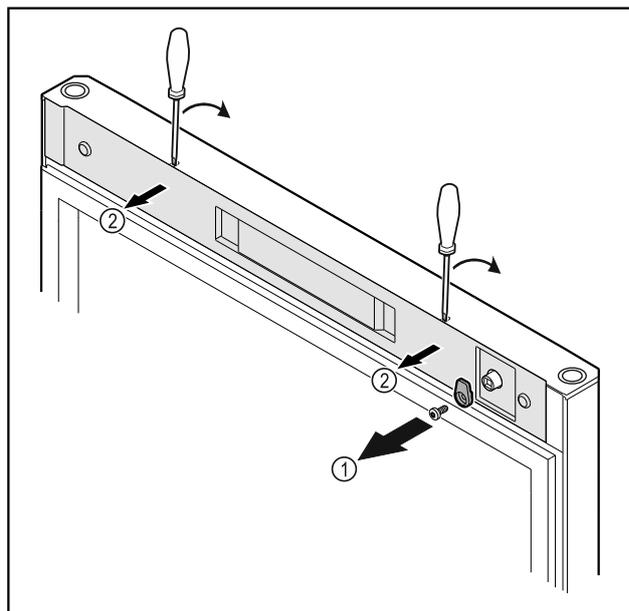

Fig. 52
- Dévisser le crochet de fermeture Fig. 52 (1).
- Décrocher le cache Fig. 52 (2) avec un petit tournevis et le retirer.